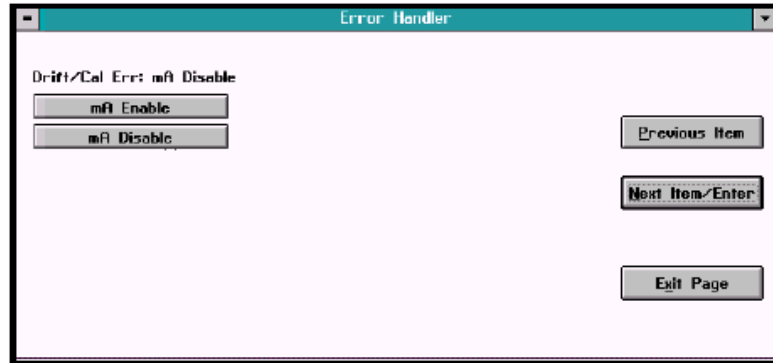

図 3-27 *Drift/Cal Error* ウィンドウ
*Drift/Cal Error* オプションで、キャリブレーション中に誤差が出た場合に発生するキャリブレーションドリフトに対する誤差処理を有効または無効にします。図 3-27 のようなウィンドウが表示されます。